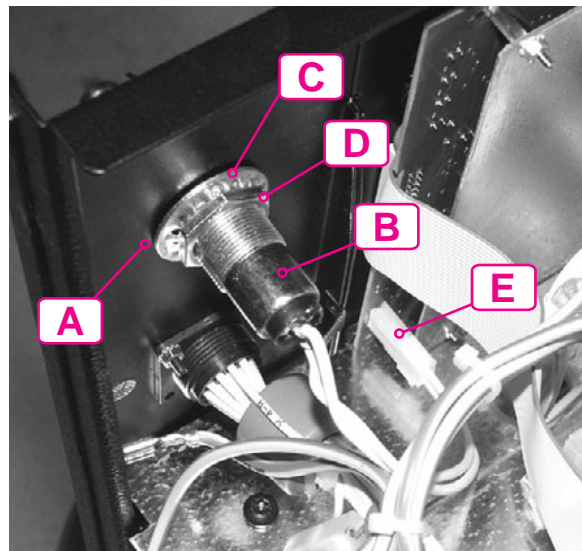

**Abb. 2 Ausrichtung Schlüsselschalter**
- Schlüsselschalter wie in Abb. 2 gezeigt im Gehäuseblech ausrichten.